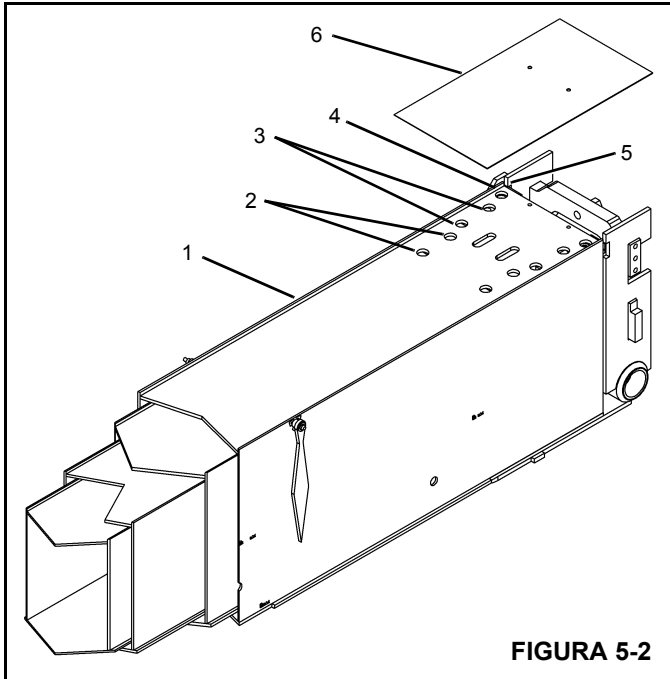

FIGURA 5-2
2. Con la pluma plenamente retraída, saque la placa de acceso (6) ubicada en la parte superior trasera de la 1ª sección (Figura 5-2).
3. Aplique grasa a las almohadillas de desgaste de la 2ª sección a través de los agujeros de acceso (4) de la 1ª sección con una pistola engrasadora (Figura 5-2).
4. Extienda la pluma para alinear los agujeros de acceso de la 2ª sección (3) con las almohadillas de desgaste de la 3ª sección. Aplique grasa a las almohadillas de desgaste de la 3ª sección usando una pistola engrasadora.
5. Extienda la pluma para alinear los agujeros de acceso (2) de la 3ª sección con las almohadillas de desgaste de la 4ª sección. Aplique grasa a las almohadillas de desgaste de la 4ª sección usando una pistola engrasadora.